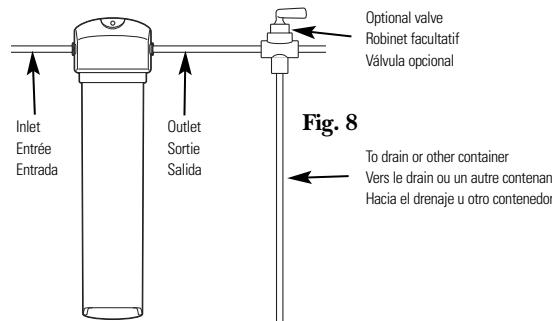

Fig. 8
2. Cycle the water dispenser or run optional valve (Fig. 8) for 4 gallons (flush approximately 5 minutes) to flush out any harmless carbon fines that may be present.
An optional valve can be installed (Fig. 8) to flush water without going through the water dispenser. (This valve must be purchased separately and installed to comply with existing state or local plumbing codes.)
2. Mettre en cycle le rafraîchisseur d'eau ou actionner le robinet facultatif (Fig. 8) pendant 15 L (vitez approximativement 5 minutes) afin d'évacuer les particules fines de carbone inoffensives qui pourraient être présentes.
Un robinet facultatif peut être installé (Fig. 8) pour évacuer l'eau sans devoir passer par le rafraîchisseur d'eau du réfrigérateur. (On doit se procurer ce robinet séparément et il doit être installé conformément aux codes de plomberie en vigueur localement.)
2. Inicie un ciclo del dispensador de agua del refrigerador o abra la válvula opcional (Fig. 8) por 15 L (vacie aproximadamente 5 minutos) para lavar cualquier rastro de carbono inocuo que pueda estar presente.
Se puede instalar una válvula opcional (Fig. 8), para dejar correr agua sin pasar por el dispensador de agua del refrigerador. (Esta válvula se debe comprar por separado e instalarse según los códigos de plomería locales y estatales existentes.)
4. Cycle the water dispenser or run optional valve (Fig. 8) for 4 gallons (flush approximately 5 minutes) to flush out any harmless carbon fines that may be present.
4. Inicie un ciclo del dispensador de agua del refrigerador o abra la válvula opcional (Fig. 8) por 15 L (vacíe aproximadamente 5 minutos) para lavar cualquier rastro de carbono inocuo que pueda estar presente.